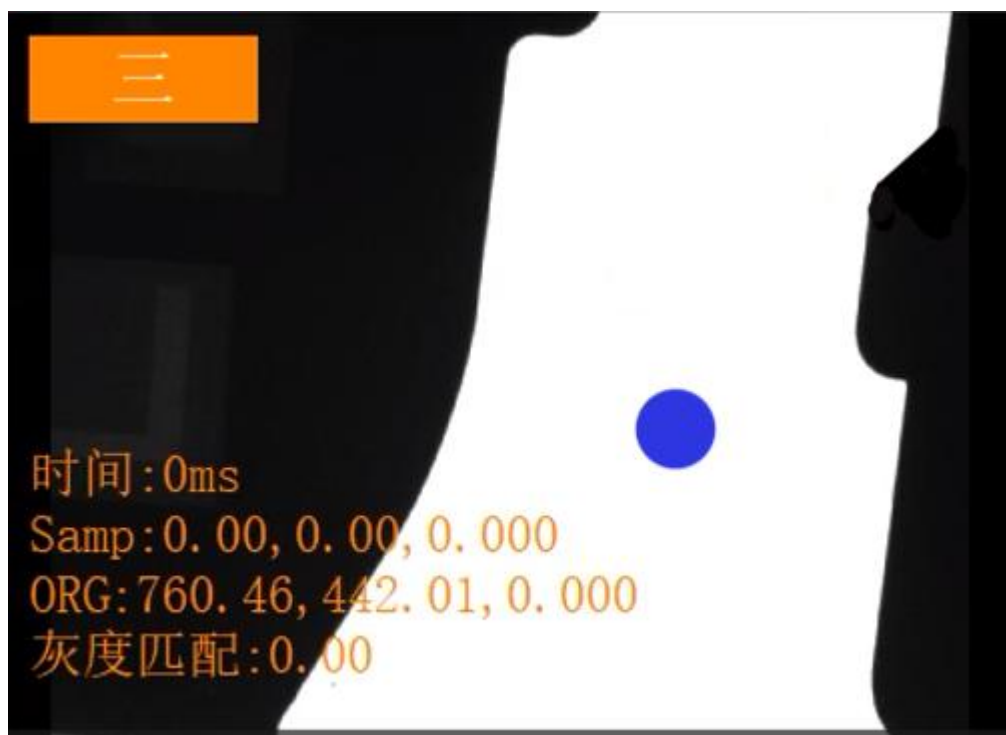

图 2-14
- c. **斑点**：选择斑点-“面积/相似”工具（弹出如下图 2-14 所示）->鼠标左键单击靶标 Mark 位置，点击之后，抓取靶标 Mark 区域显示为蓝色->再点击鼠标右键，点击“学习靶标”完成靶标学习方法以及保存。